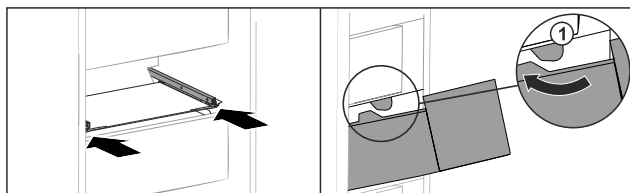

Fig. 156
- Guider le tiroir en contournant les butées Fig. 156 (1).